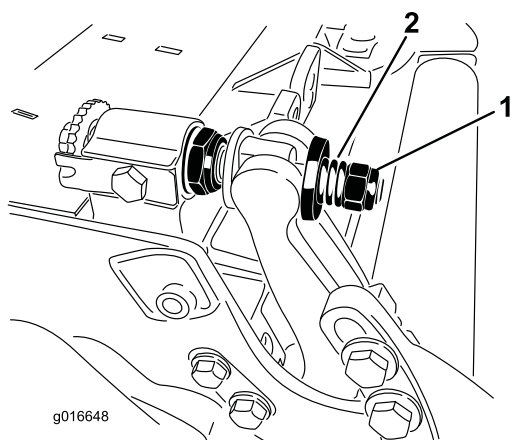

図 35
5. スプリングがつぶれるまでテンションナットを締め、そこから半回転戻す 図 35。